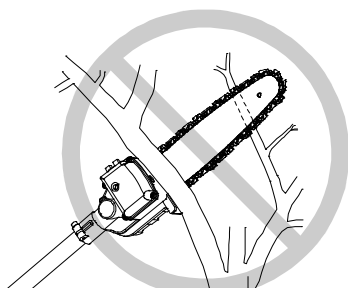

Fig.3-4
- Als er een andere tak onmiddellijk achter de tak zit die wordt afgesneden, moet u erg voorzichtig zijn. De tweede tak kan de geleider breken. (Fig.3-4)